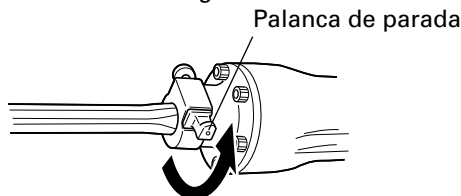

Fig. 3
- (3) Sujete la herramienta girando la palanca de parada en media vuelta en sentido opuesto. (Fig. 3)